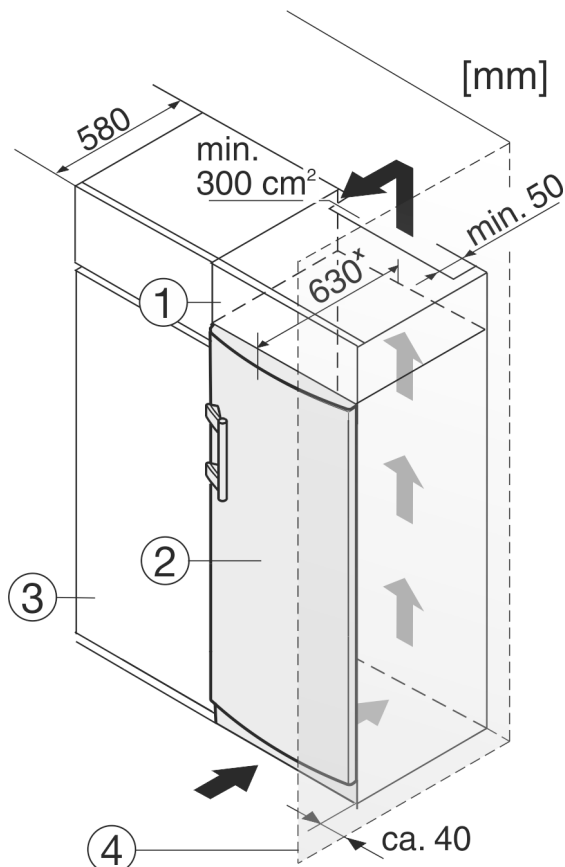

Fig. 10
(2) Prietaisas
(4) Siena
Prietaisą galima montuoti į virtuvės spinteles. Norint prietaisą *Fig. 10 (2)* priderinti prie nišos aukščio, virš jo galima įrengti uždedamą spintelę *Fig. 10 (1)*.
Kai prietaisas montuojamas į virtuvės spinteles (maks. gylis 580 mm) tuomet prietaisą galima statyti tiesiog šalia virtuvės spintos *Fig. 10 (3)*. Prietaisas išsikišęs iš už virtuvės spintos priekinės dalies 34 mm x šonuose ir 50 mm x prietaiso viduryje.
Jei prietaisas su lankstais statomas greta sienos *Fig. 10 (4)*, mažiausias atstumas tarp prietaiso ir sienos turi būti 40 mm. Tai atitinka rankenų išsikišimą esant atvertoms durims.